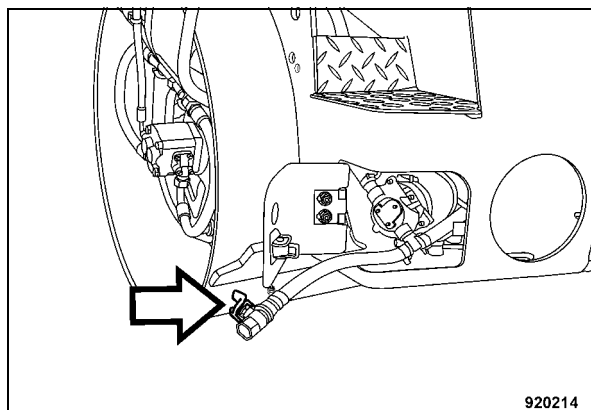

Fig. 148
- Estrarre il tubo flessibile di scarico (Fig. 148).